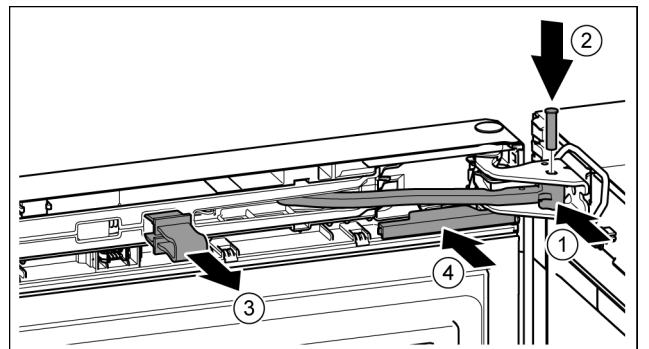

Fig. 48
- ▶ Gelenk in Lagerbock drehen. Fig. 48 (1)
- ▶ Bolzen in Lagerbock und Gelenk einsetzen. Dabei darauf achten, dass der Rastnocken korrekt in der Nut sitzt. Fig. 48 (2)
- ▶ Sicherung abnehmen. Fig. 48 (3)
- ▶ Abdeckung aufschieben. Fig. 48 (4)